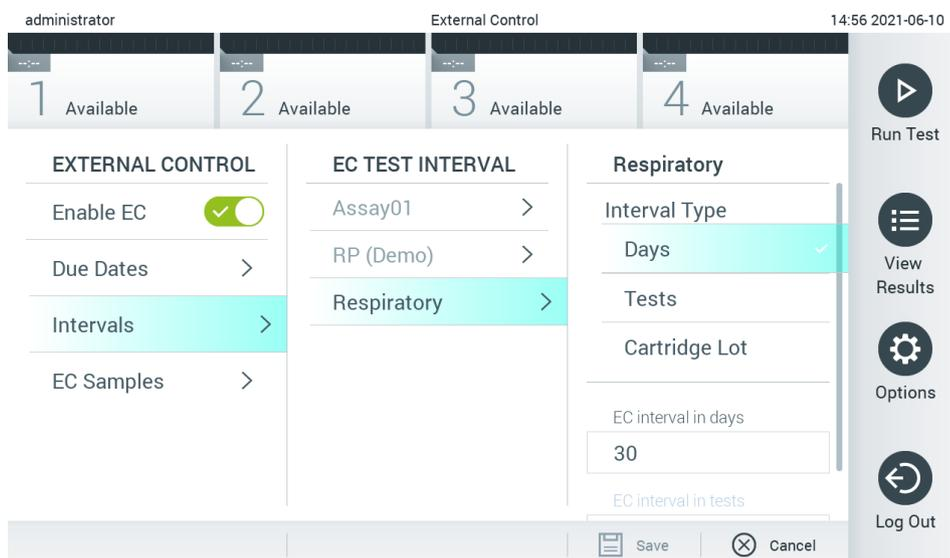

Figura 52. Tela External Control Intervals (Intervalos de controle externo).
4. Selecione **Intervals** (Intervalos) e depois um ensaio da lista para configurar o intervalo. Um lembrete é exibido para lembrar os usuários de que um teste de External Control (Controle externo) deve ser realizado para o ensaio selecionado se o intervalo tiver passado (Figura 52).